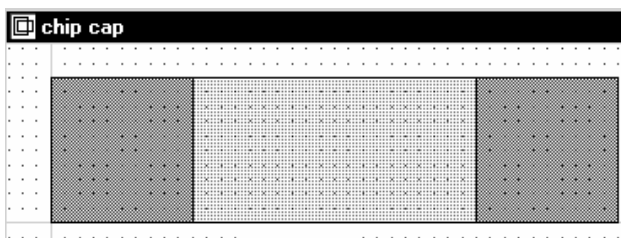

Рис. 5.17
18. Щёлкните левой кнопкой мышки по левому медному квадрату в окне рисунка и нажмите клавиши **Ctrl+C** и затем **Ctrl+V** или щёлкните левой кнопкой мышки по значку **Copy** и затем по значку **Paste** на панели инструментов, чтобы скопировать и вставить прямоугольный проводник. Нажмите левой кнопкой мышки на скопированный проводник и, не отпуская кнопки мышки, переместите его к правому краю последнего квадрата топологии и щёлкните левой кнопкой мышки, чтобы зафиксировать. Полученная топология показана на рис. 5.17.